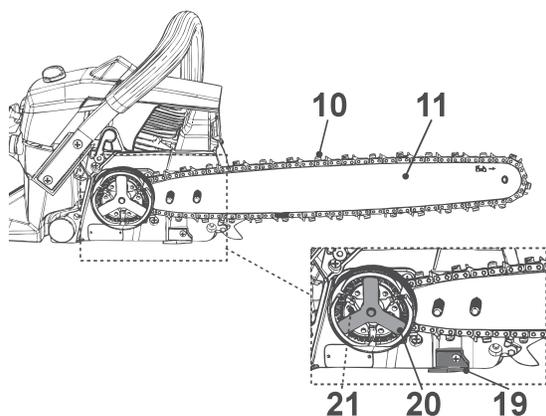

Fig. 4
**AVISO!** A direção das “navalhas” da corrente tem de ser a indicada pelo símbolo e pela seta na guia (11)!
- Coloque a corrente (10) sobre a roda dentada de acionamento (21) (atrás da embraiagem (20)) e coloque-a em torno da guia (11). Certifique-se de que a corrente (10) é colocada acima do pino de retenção da corrente (19) (Fig. 4).